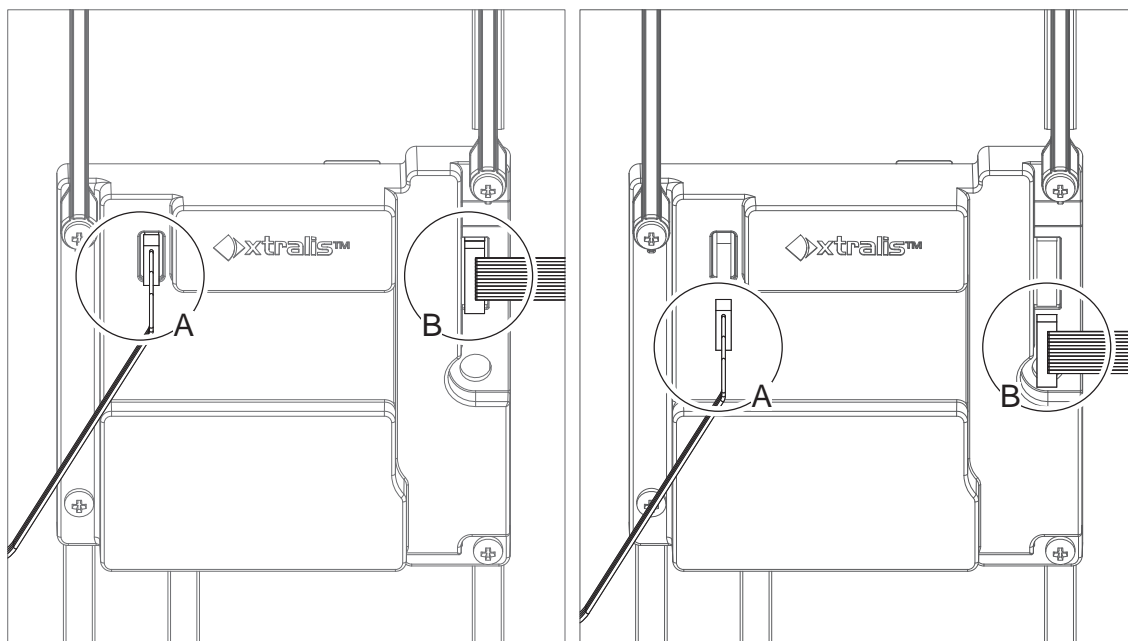

Рис. 7-4: Отсоединение кабелей светодиодов
4. Отсоедините кабели светодиодов (А и В) (Рис. 7-4).